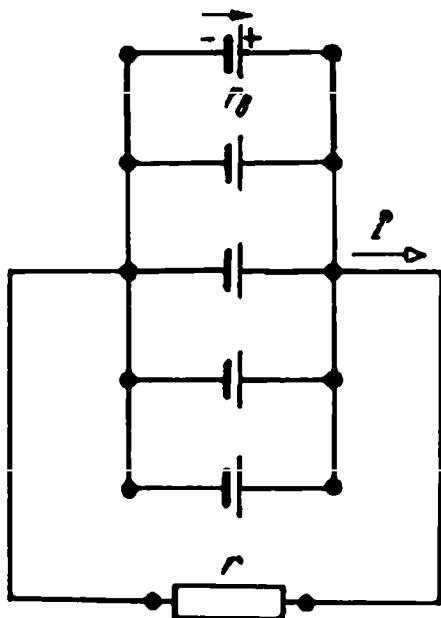

Рис. 1.36. Схема к заданию 2
*Задание 2:* найти ток в цепи (рис. 1.36), если известно, что ЭДС каждого гальванического элемента  $E = 1,45 \text{ В}$ , а его внутреннее сопротивление  $r_1 = 1 \text{ Ом}$ , а внешнее сопротивление  $r = 4,8 \text{ Ом}$ .